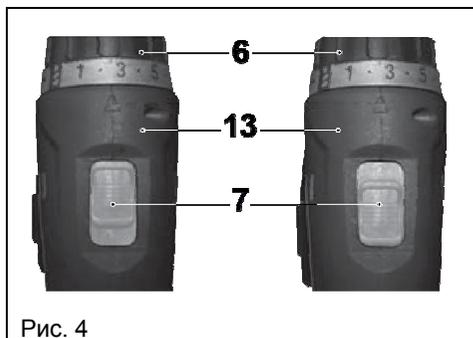

Рис. 4
7.5. Регулировка момента затяжки (Рис. 4).
7.6.2. Переключение диапазона скоростей вращения сверлильного патрона (5) осуществляется переключателем (7) согласно указаниям на переключателе (Рис.4):